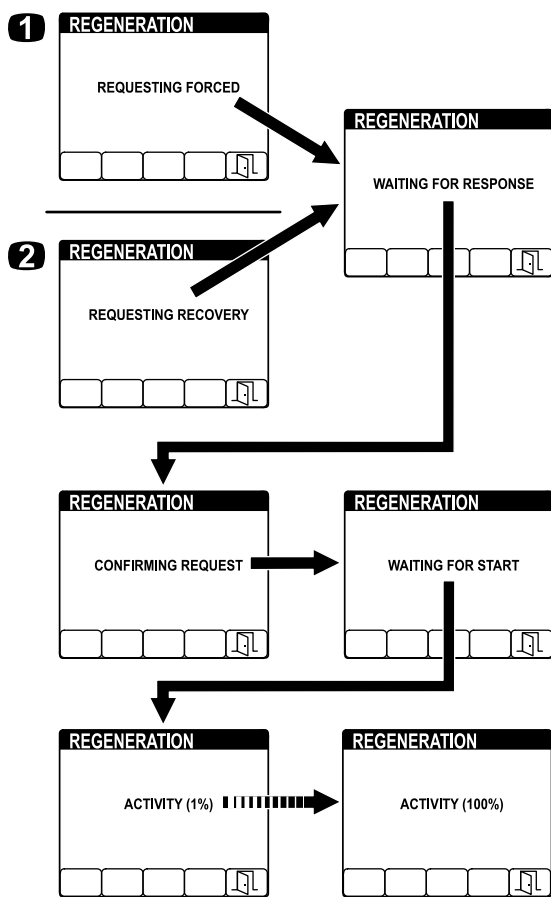

Bild 52
4. Während die Regenerierung durchgeführt wird, werden im InfoCenter mehrere Bildschirme (Bild 52) angezeigt: